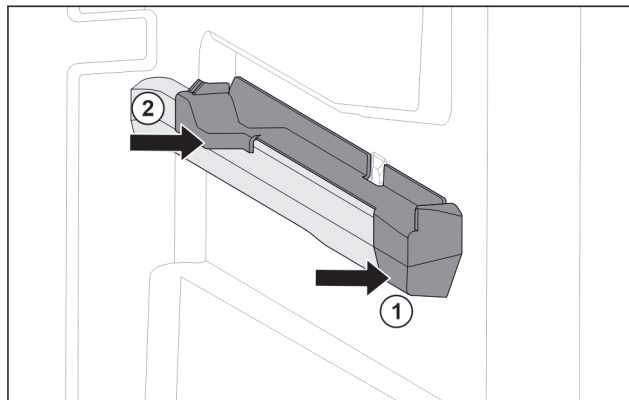

Fig. 125 Tillsats på den högra behållarens galler
- ▶ Sätt på tillsats i fram på behållarens galler. Fig. 125 (1)
- ▶ Tryck fast tillsats i bak. Fig. 125 (2)